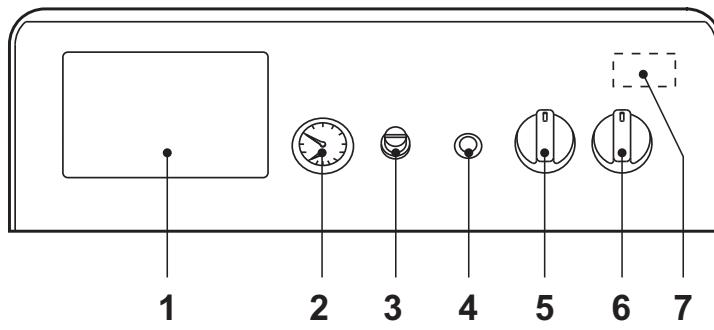
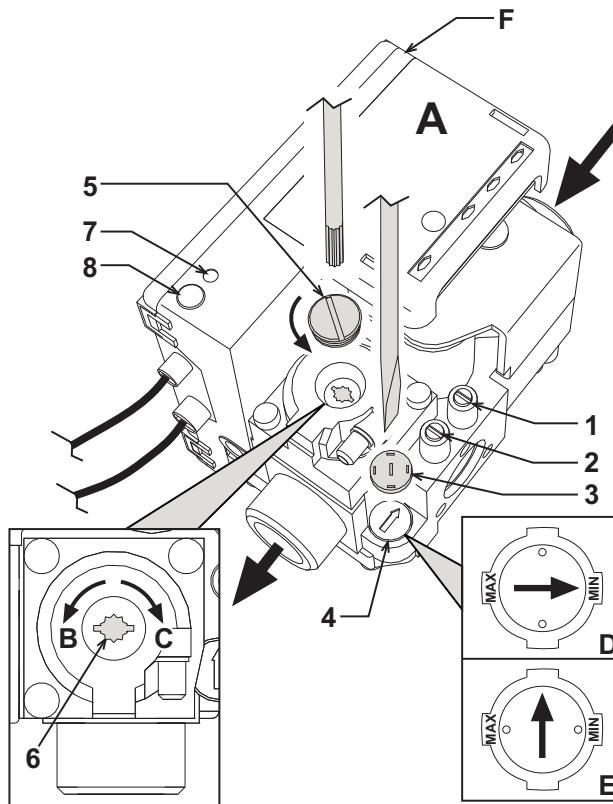

fig. 1 - Pannello comandi
fig. 3 - Regolazione della pressione
- Portare l'interruttore generale "6" sulla posizione 1 (fig. 1)
- Qualora la caldaia venga dotata di una centralina elettronica termostatica, montata in posizione 1 di fig. 1, l'utente dovrà tenere conto anche delle istruzioni fornite dal costruttore della stessa.
Ruotando la manopola 5 di fig. 1 in senso orario la temperatura dell'acqua di riscaldamento aumenta, in senso antiorario diminuisce. La temperatura può essere variata da un minimo di 30° ad un massimo di 90°. Consigliamo comunque di non far funzionare la caldaia al di sotto dei 45°.
Impostare tramite il termostato ambiente la temperatura desiderata all'interno dei locali. Su comando del termostato ambiente la caldaia si accende e porta l'acqua impianto alla temperatura impostata dal termostato di regolazione caldaia 5 di fig. 1. Al raggiungimento della temperatura desiderata all'interno dei locali il generatore si spegne.
La pressione di caricamento ad impianto freddo, letta sull'idrometro caldaia part. 2 di fig. 1, deve essere di circa 1,0 bar. Qualora durante il funzionamento la pressione dell'impianto scendesse (a causa dell'evaporazione dei gas disciolti nell'acqua) a valori inferiori al minimo sopra descritto, l'utente dovrà, agendo sul rubinetto di caricamento, riportarla al valore iniziale. A fine operazione richiedere sempre il rubinetto di riempimento.
Collegare un manometro alla presa di pressione 2 (fig. 3) posta a valle della valvola gas, ruotare la manopola del termostato caldaia (rif. 5 - fig. 1) sul valore massimo.
Dopo aver tolto il tappo di protezione 5 (fig. 3), regolare la pressione del gas al bruciatore a mezzo della vite 6 al valore desiderato (vedere tabella dei dati tecnici e i diagrammi di variabilità di potenza riportati nel cap. 5).
2. Togliere dalla valvola gas il piccolo cappuccio di protezione 3 (fig. 3). Con un piccolo cacciavite regolare lo "STEP" d'accensione per il gas desiderato (**G20-G25** posizione D fig. 3 oppure **G30-G31** posizione E fig. 3); rimettere quindi il cappuccio.